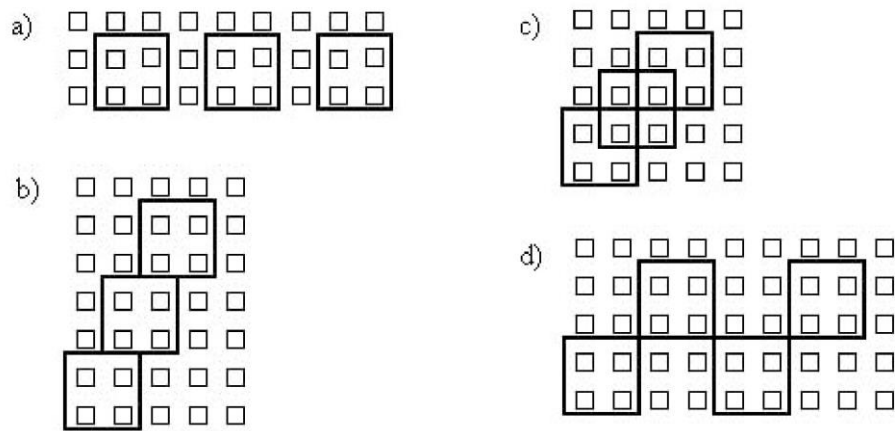

Figura 5.6: Recorridos
**Ejemplo 5.6:** Dados los recorridos de la figura 5.6 ¿Cuál es el módulo que sería conveniente tener definido?
Como podemos observar todos los cuadrados tienen lado 2, entonces convendría tener definido un módulo que permita realizar un cuadrado de lado 2 ya que puede utilizarse en los cuatro recorridos. Como muestra la figura 5.6 cada recorrido consiste en realizar varios cuadrados de lado 2 con el robot posicionado en lugares diferentes.
Los siguientes programas resuelven el recorrido a) de la figura 5.6:
A continuación se presentan una parte de la solución para el recorrido de la figura 5.6 b) (sólo se muestra el código del robot), en la solución de la izquierda se utiliza el modulo cuadrado y en la de la derecha no.